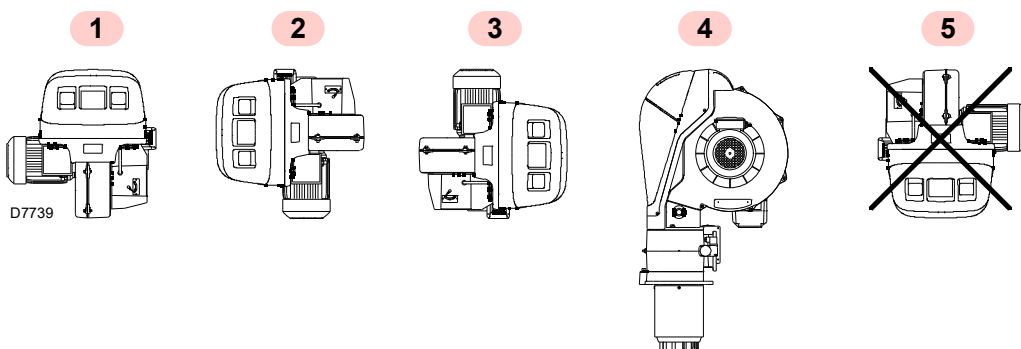

Fig. 12
- El quemador está preparado exclusivamente para funcionar en las posiciones **1, 2, 3 y 4** (Fig. 12).